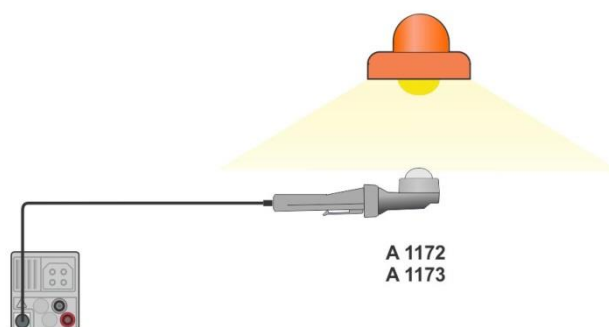

Figura 7.78: Colocación de la sonda luxómetro
- Posicione la sonda luxómetro, vea la **Figura 7.78**.